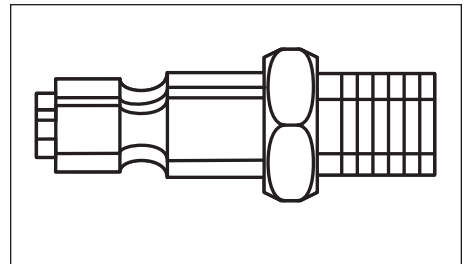

Figura 7 - Conector rápido
**CONECTOR RÁPIDO** — Un conector rápido está diseñado para trabajar en combinación con un acoplador rápido para unir rápida y fácilmente una herramienta neumática con una manguera de aire (Ver Figura 7).